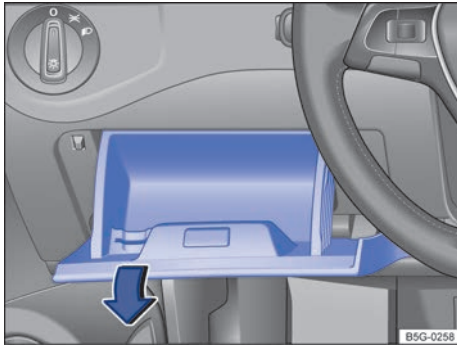

Fig. 219 En el lado izquierdo, junto al volante: tapa de la caja de fusibles del tablero de instrumentos.
- Abra el portaobjetos del lado del conductor y tire con fuerza del lado izquierdo en el sentido de la flecha ⇒ fig. 219. Es probable que tenga que emplear bastante fuerza.